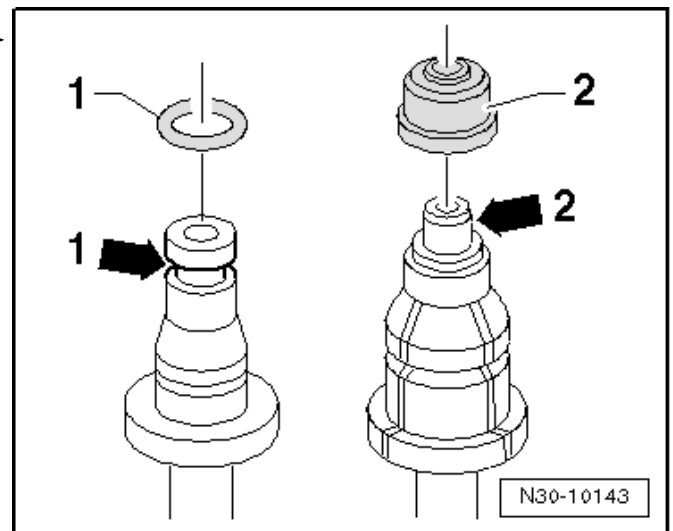

Abb. 2: Nachlaufschlauch -1- aus Kunststoff
- ☐ Nachlaufschlauch aus Kunststoff ⇒ Abb. 2 in **30-1** Seite 16